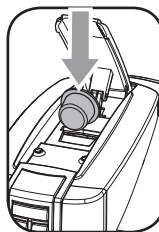

Fig.2
- 3- Inserire la capsula come indicato in figura (Fig.2).